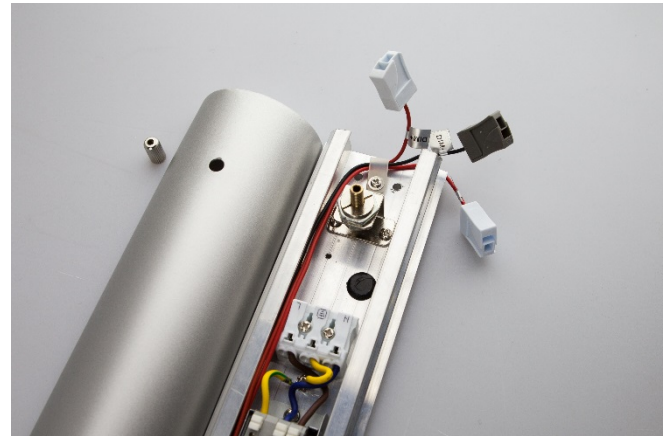

Abbildung 4 - Leitungseinführung (Primärseite)
2. Den Geräteträger mit den beiliegenden Dübeln und Schrauben (Achtung: ausschließlich für Betondecken geeignet) an der Decke befestigen. (Abb. 3) Dafür die vorher freigeschaltete Netzleitung vorab durch die Leitungseinführung mit Gummitülle (Abb. 4) führen.